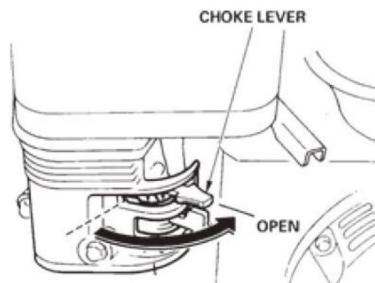

FIG.8
9.4 Zet de chokehendel (FIG. 8) in de stand "OPEN" als u een warmloop start motor of de temperatuur is warm.